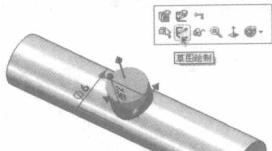
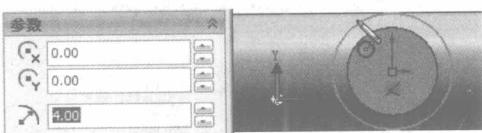

图 2-1-12
图 2-1-13
- ① 单击旋转视图图标 \square ，将已生成的实体旋转找到最佳角度，如图 2-1-12 所示，在已生成实体的一面（图中圆柱体上表面）上单击鼠标右键，选择草图绘制图标 \square 创建新草图。
- ② 点选标准视图图标 \square 内的左视图标 \square ，左视。
- ③ 在 SW 坐标原点处画圆，方法类同步骤三②，设置半径为 4mm，如图 2-1-13 所示。